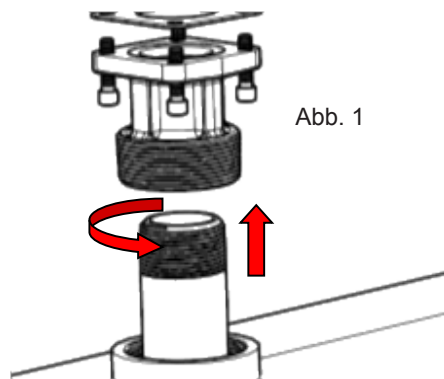

Abb. 1
1. Das 1-1/4-Zoll-Rohr in den Tankadapter schrauben. Das Gewinde mit einem geeigneten Dichtmittel flüssigkeitsdicht abdichten (Abb. 1).
Das Bypassventil befindet sich im Pumpengehäuse. Es kann durch die Einlass- und Auslassöffnungen erreicht werden. Es besteht aus drei Hauptkomponenten (Abb. 1):